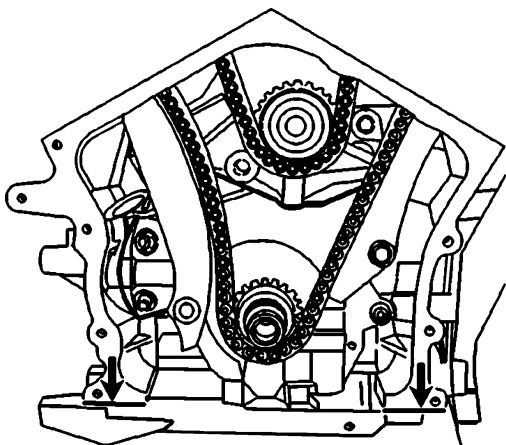

图 16-14 密封剂涂抹位置识别
- 16) 清除正时链条盖上的旧密封剂, 在图 16-14 箭头所示部位施加新密封剂。